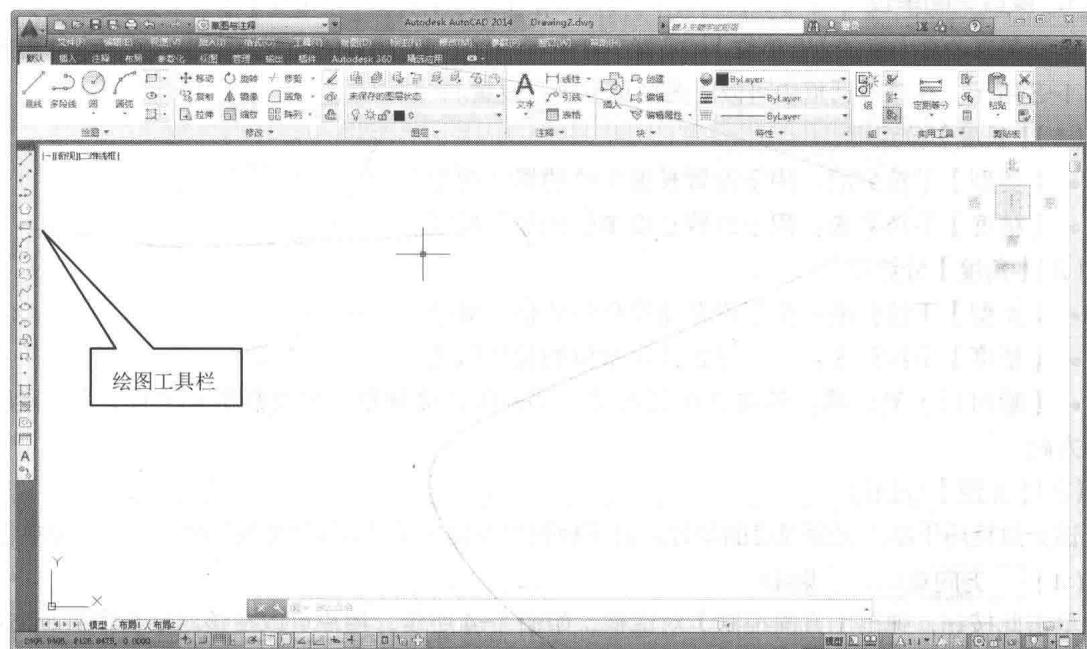

图 1-2 打开【绘图】工具栏
(1) 单击程序窗口左上角的 图标，在弹出的下拉菜单中有【新建】、【打开】、【保存】、【打印】等常用命令。单击 按钮，显示已打开的图形文件列表；单击 按钮，显示最近使用的图形文件列表；单击 按钮，选择【大图标】选项，则显示文件缩略图。将鼠标光标悬停在缩略图上，将显示大缩略图、文件路径及修改日期等信息。
(2) 单击 按钮，选择【显示菜单栏】命令，会显示 AutoCAD 2014 的菜单栏。选择菜单命令【工具】/【选项板】/【功能区】，将关闭功能区。再次选择菜单命令【工具】/【选项板】/【功能区】，又打开功能区。
(3) 单击【默认】选项卡中【绘图】面板上的 按钮，展开【绘图】面板。单击 按钮，固定面板。
(4) 选择菜单命令【工具】/【工具栏】/【AutoCAD】/【绘图】，打开【绘图】工具栏，如图 1-2 所示，用户可以移动或改变工具栏的形状。将鼠标光标移动到工具栏的边缘处，按住鼠标左键并移动鼠标光标，工具栏也将随鼠标光标移动。将鼠标光标放置在拖出的工具栏的边缘，当鼠标光标变成双向箭头时，按住鼠标左键并移动鼠标光标，工具栏的形状就发生了变化。
(5) 在功能区任一选项卡标签上单击鼠标右键，弹出快捷菜单，选择【显示选项卡】/【插入】命令，将关闭【插入】选项卡。
(6) 单击功能区中的【默认】选项卡。在该选项卡的任一面板上单击鼠标右键，弹出快捷菜